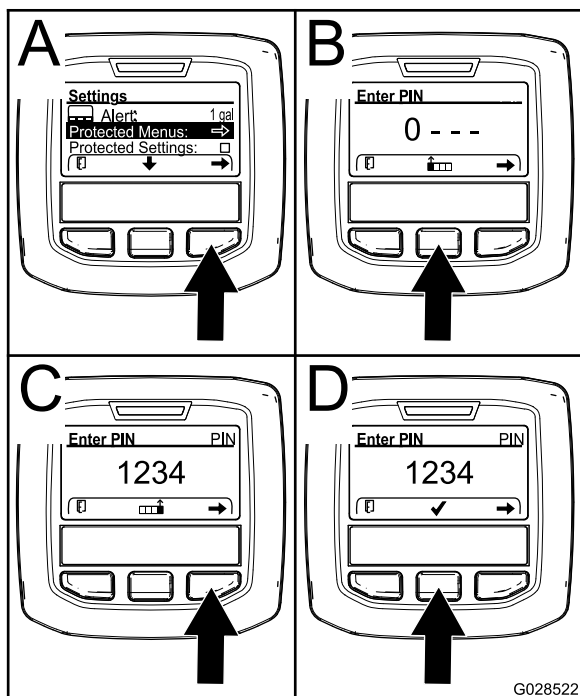

Рисунок 11
пункту PROTECTED MENU (ЗАЩИЩЕННОЕ МЕНЮ), и нажмите правую кнопку (Рисунок 11А).
- Чтобы ввести ПИН-код, нажмите среднюю кнопку и удерживайте ее в нажатом положении до появления первой цифры, затем нажмите правую кнопку, чтобы перейти на следующую цифру (Рисунок 11В и Рисунок 11С). Повторяйте этот пункт до тех пор, пока не будет введена последняя цифра, затем нажмите правую кнопку еще раз.